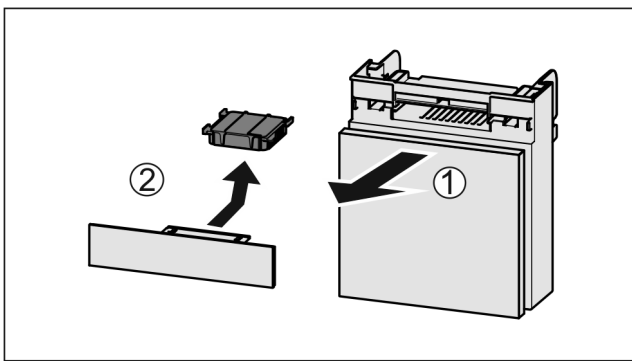

Fig. 92
- ▶ Fach nach vorne herausziehen Fig. 92 (1).
- ▶ Aktivkohlefilter entnehmen Fig. 92 (2).